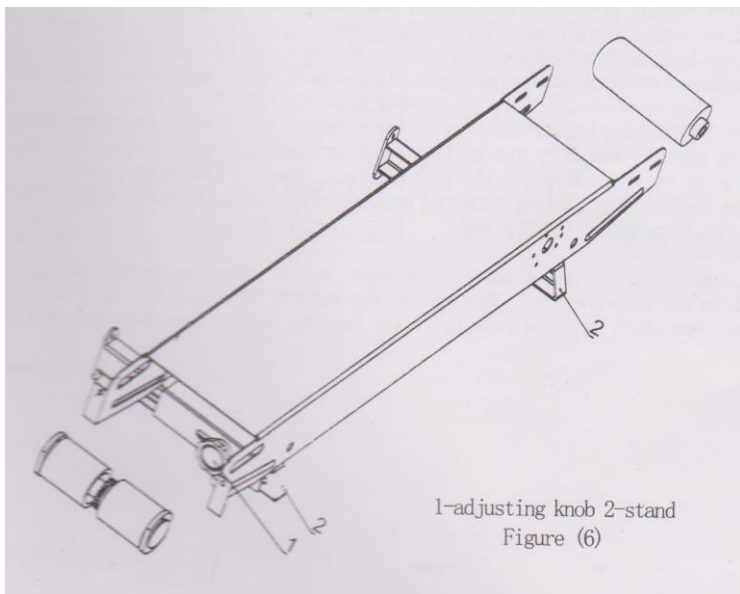

Рис. 5
1. Снимите защитную крышку. После того, как нагревательные элементы остынут, поверните верхний нагревательный элемент и верхний охлаждающий элемент вверх на 90°, и поднимите обе детали. Ослабьте пружину молота и среднего прижимного колеса. Снимите направляющую ленту, чтобы заменить упаковочную ленту (см. рис. 5).